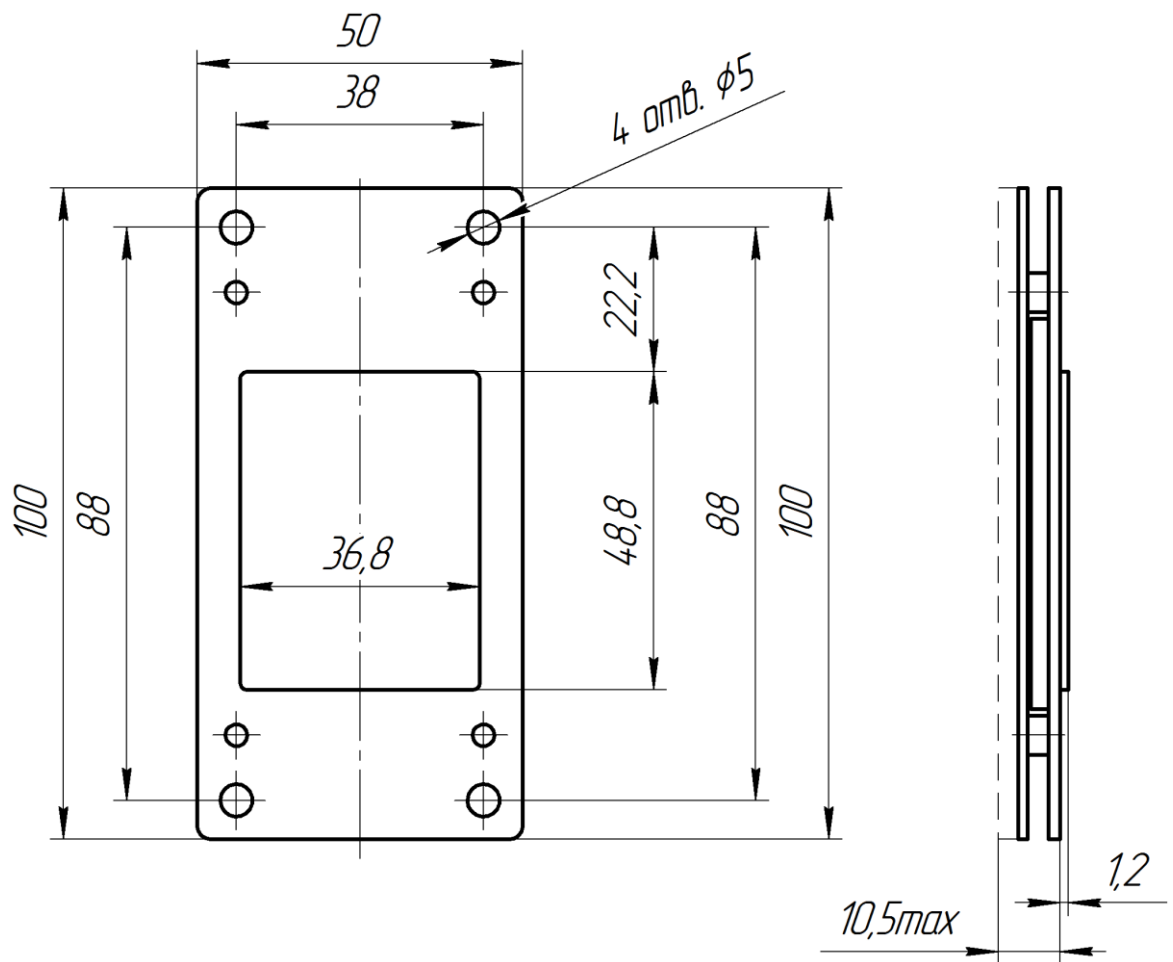
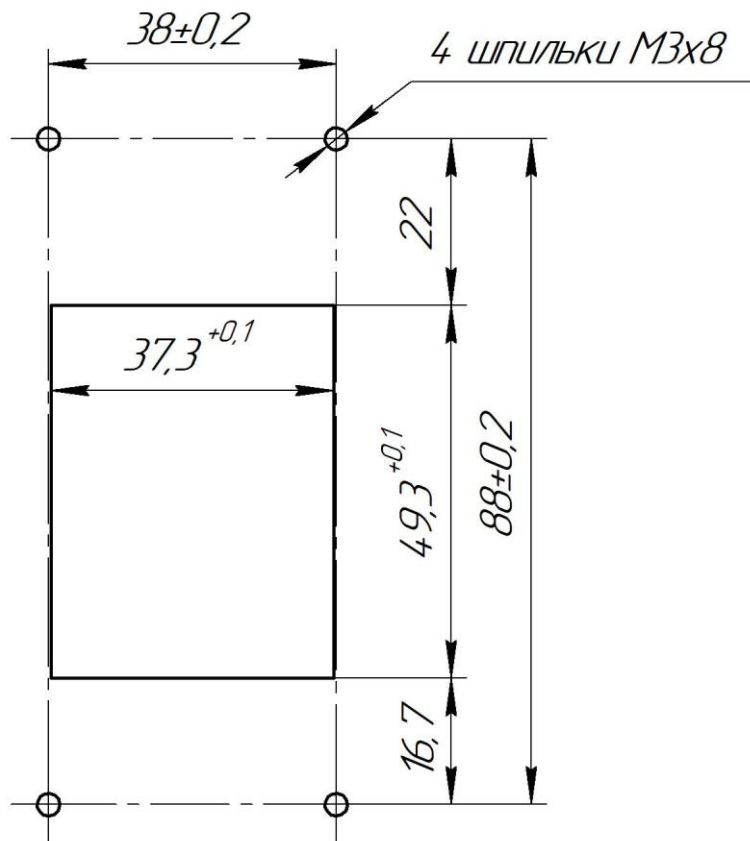

Рис.2. Габаритные и установочные размеры
Рис.3. Разметка для установки и крепления
7.1 Габаритные и установочные размеры устройства показаны на рис.2. Размеры окна в панели приказов для устройства и расстояния установочных шпилек указаны на рис.3. Устройство крепить разъемом вниз.